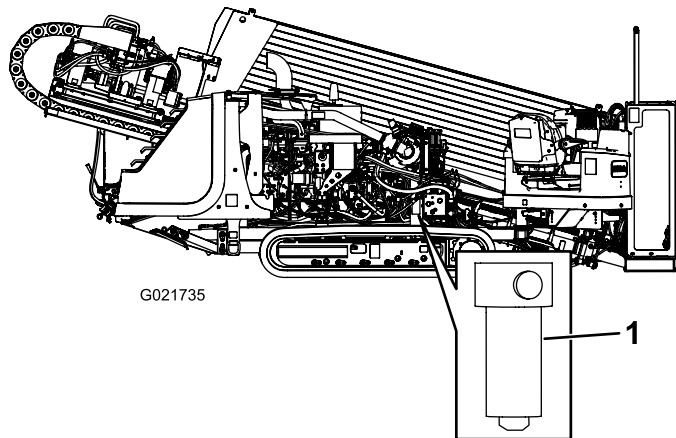

Figura 146
4. Utilice una llave para filtros y retire el filtro de presión hidráulica (Figura 146).